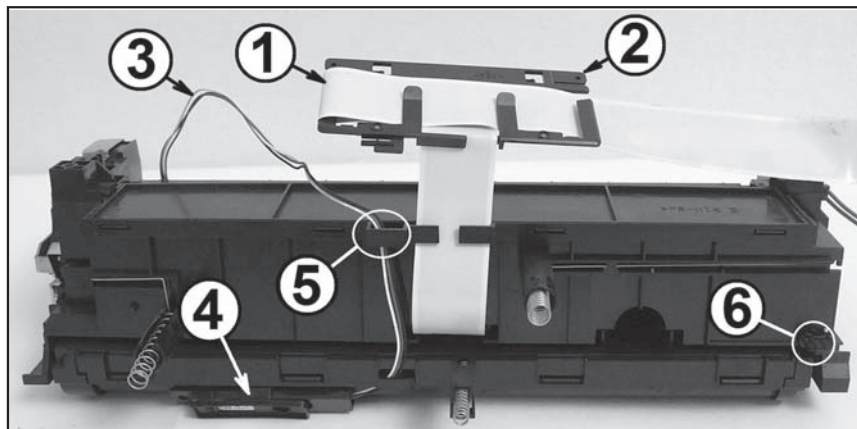

Рис. 77
1. Располагают блок ксерографии фотобарабаном от себя, шестерни расположены с левой стороны. Запоминают расположение шлейфа 1 (рис. 77) подключения линейки светодиодов блока ксерографии в пазах прокладки на пластмассовом кронштейне 2 и жгута 3 датчика 4 концентрации тонера в пазах прокладки 5 на узле фотобарабана. Освобождают шлейф и жгут из пазов прокладки.
(рис. 77) против часовой стрелки на 90 градусов, перемещают к себе и снимают его с блока в сборе с пружиной.